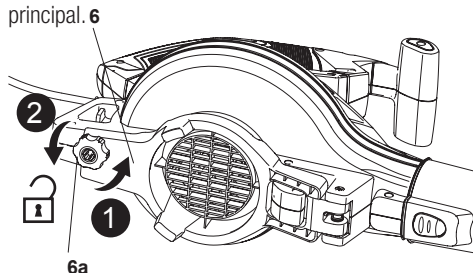
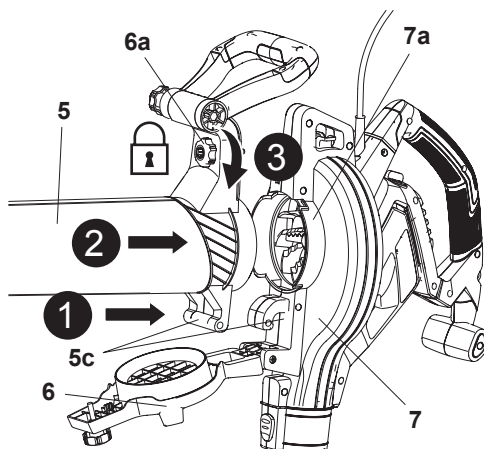

Fig. 4
Fig. 5
2. Abra a cobertura do ventilador (6) girando o botão (6a).
Desaperte o botão de bloqueio (6a) no sentido anti-horário, em seguida, retire a cobertura do impulsor (6) (Fig. 4, passos 1, 2) e mantenha-a no lugar. Prenda a saliência do tubo (5) para pendurar (5c) à unidade principal (7), depois insira o conjunto do tubo (5) na porta de vácuo (7a) até ao fundo (Fig. 5, passos 1, 2).
- Aperte o botão de bloqueio (5b) no sentido horário para assegurar o conjunto do tubo de vácuuo no seu lugar (Fig. 5, passo 3). Você pode ouvir um clique assim que o botão de bloqueio (5b) estiver colocado corretamente, e o interruptor incorporado será ativado. NOTA: Para separar o conjunto do tubo da unidade principal, desaperte o botão de bloqueio (5b) no sentido anti-horário e depois retire-o da unidade principal.